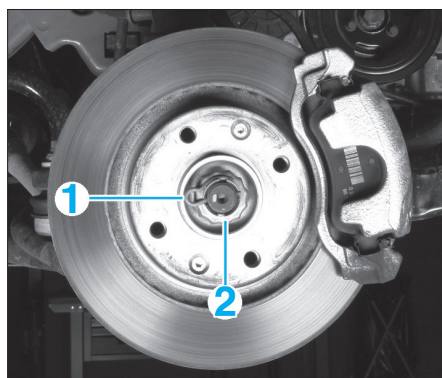
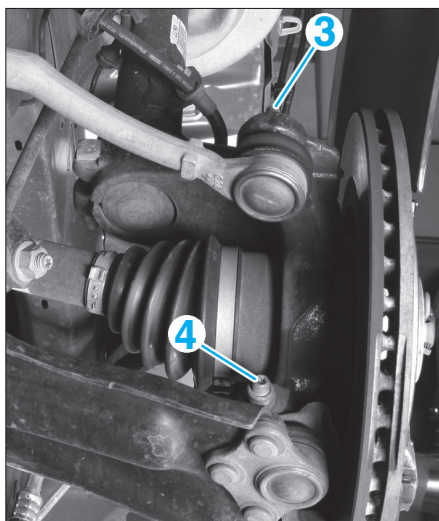
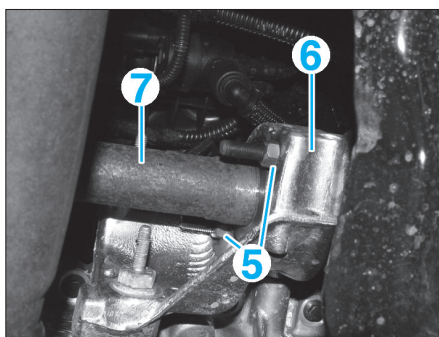

FIG. 2
FIG. 3
FIG. 4
- Retirer l'agrafe (1) (Fig.2).
- Déposer le frein d'écrou (2).
- l'écrou (3) de la rotule de direction sur le pivot (Fig.3),
- l'écrou (4) de la rotule de triangle sur le pivot.
- Desserrer les écrous (5) du pallier intermédiaire (6) de transmission (7) (Fig.4).